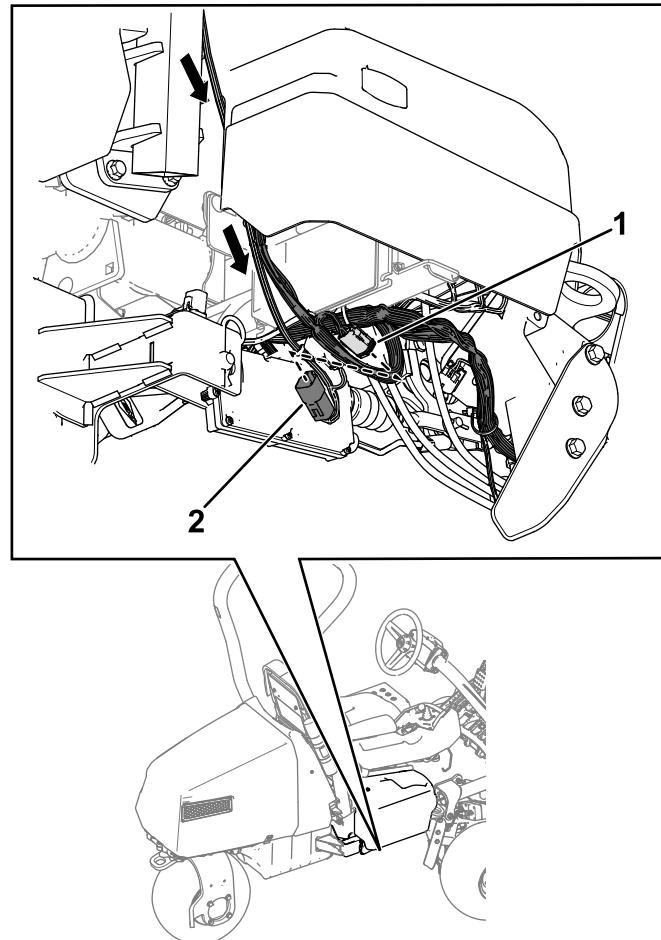

Figure 13
4. Acheminez le faisceau de câblage vers le bas, le long de l'arceau de sécurité et branchez le connecteur du faisceau étiqueté P01 sur le connecteur du faisceau de la machine étiqueté P71 (Figure 13).